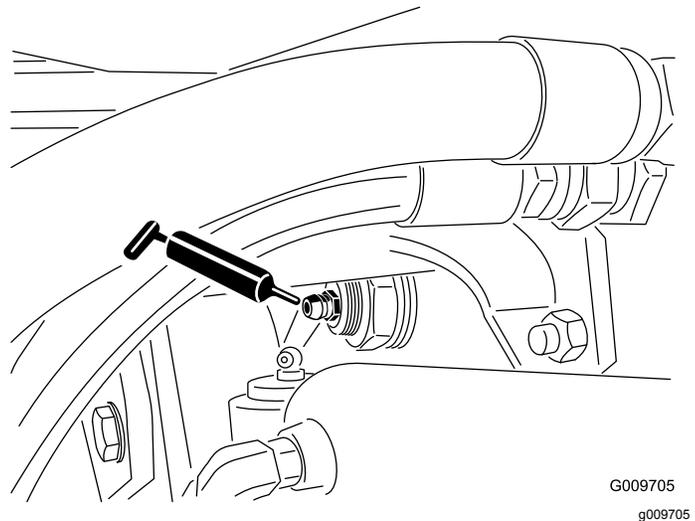

Figure 49
- Bagues de pivot d'essieu arrière (2) (Figure 49).